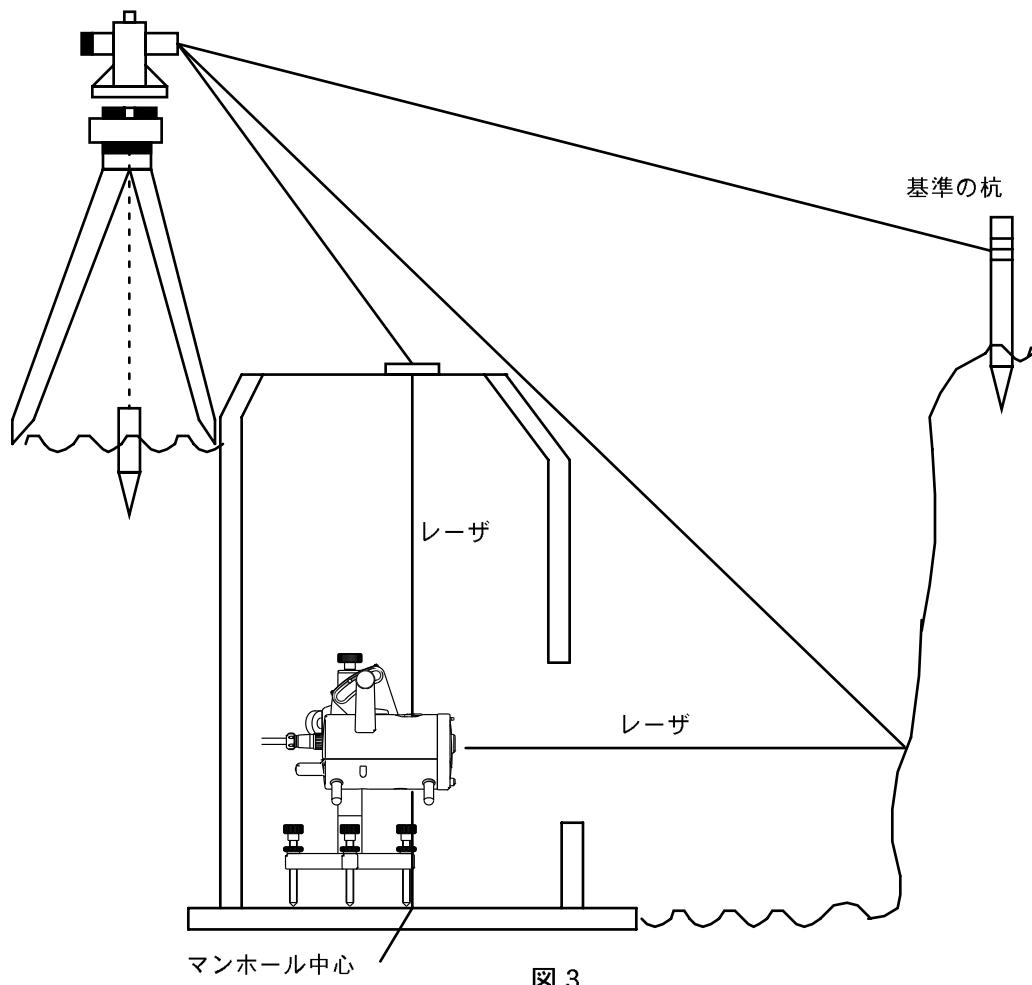

図 3
(3) レーザのライン設定
- 1 パイプの敷設方向の基準の杭をトランシットで視準し、視準線上（望遠鏡の垂直十字線に本機の上レーザが合致するようにトリベットスタンドを微動します。（図3）このとき上レーザには鉛直用ターゲット（別売付属品）などを用いてください。